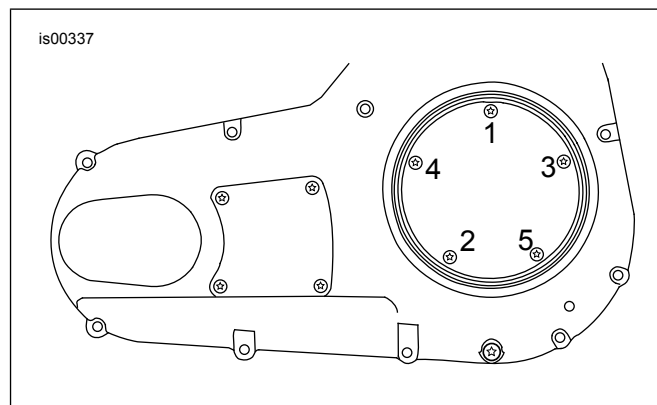

Figura 1. Sequenza di serraggio, coperchio di accesso alla frizione
5. Montare il coperchio di accesso alla frizione (1) e la guarnizione sul coperchio del carter della catena della trasmissione primaria usando le viti e le rondelle del kit. Serrare le viti a una coppia di 10–12 N·m (84–108 in-lbs) nella sequenza mostrata nella Figura 1.